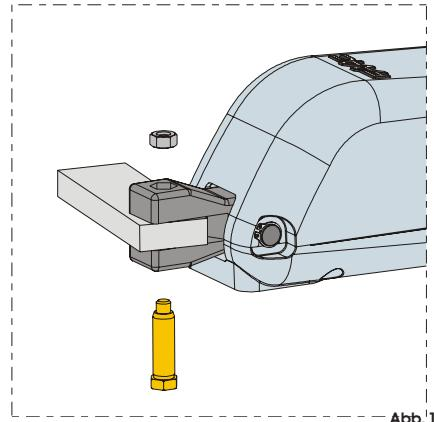

Abb. 12
- 5) Den Antrieb am hinteren Bügel mit Hilfe der im Lieferumfang enthaltenen Stifte befestigen, siehe Abb. 12.